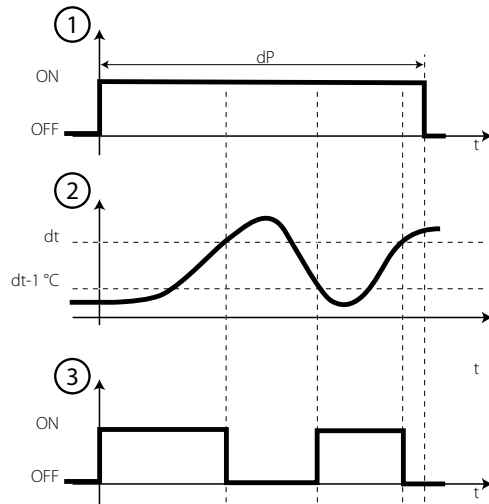

Fig. 4.g
- Em tempo termostato (só por resistência); num tempo programável. Permite activar a saída do defrost só quando a temperatura estiver abaixo do limite de fim de descongelamento, garantindo uma poupança energética e um descongelamento do eevaporador mesmo nas situações mais difíceis (ver Fig. 4.g).